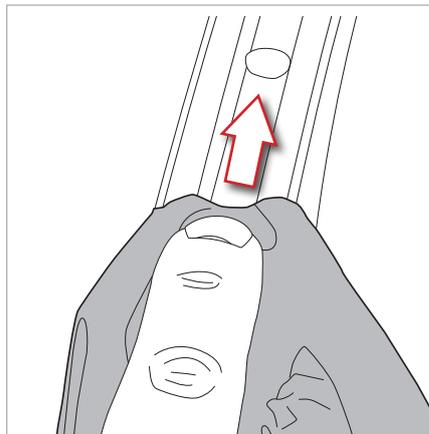

Fig.4
- Aplique la cinta con cuidado, comprobando que se adhiera perfectamente también en la parte inicial de la cinta, presionando bien con los dedos o con una herramienta de plástico a fin de garantizar su total adherencia (Fig. 4). Si fuera necesario, corte el tramo de cinta inicial que no esté perfectamente adherida a la llanta.